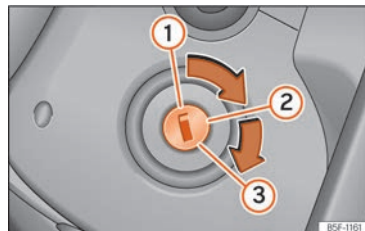

Abb. 84 Zündschloss
- Drehen Sie den Zündschlüssel in Stellung **>>>** (Abb. 84) **②**.
- Drehen Sie den Zündschlüssel weiter in die Stellung **>>>** (Abb. 84) **③** ohne Gas zu geben.
- Wenn der Motor anspringt, Zündschlüssel loslassen. Beim Loslassen geht der Fahrzeugschlüssel in die Position **②** zurück.
- *Fahrzeuge mit Zündschloss:* Drehen Sie den Zündschlüssel in Stellung **»»** (Abb. 84) .
- *Fahrzeuge mit Starterknopf:* Starterknopf kurz drücken **»»** (Abb. 84).